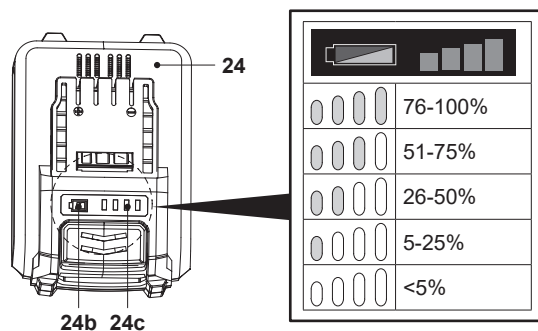

Fig. 10
La batería (24) está equipada con indicadores de capacidad de la batería (24c) que se utilizan para señalar la capacidad restante de la batería. Pulse el botón de capacidad (24b) para comprobar la capacidad de la batería (Fig. 10). Los LED permanecerán encendidos durante aproximadamente 3 segundos.